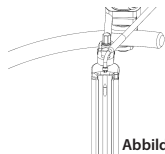

Abbildung 18
- Stecken Sie die gegabelten Enden vorsichtig in die Löcher oben auf dem **Retraktorklingen**. (Abbildung 18)